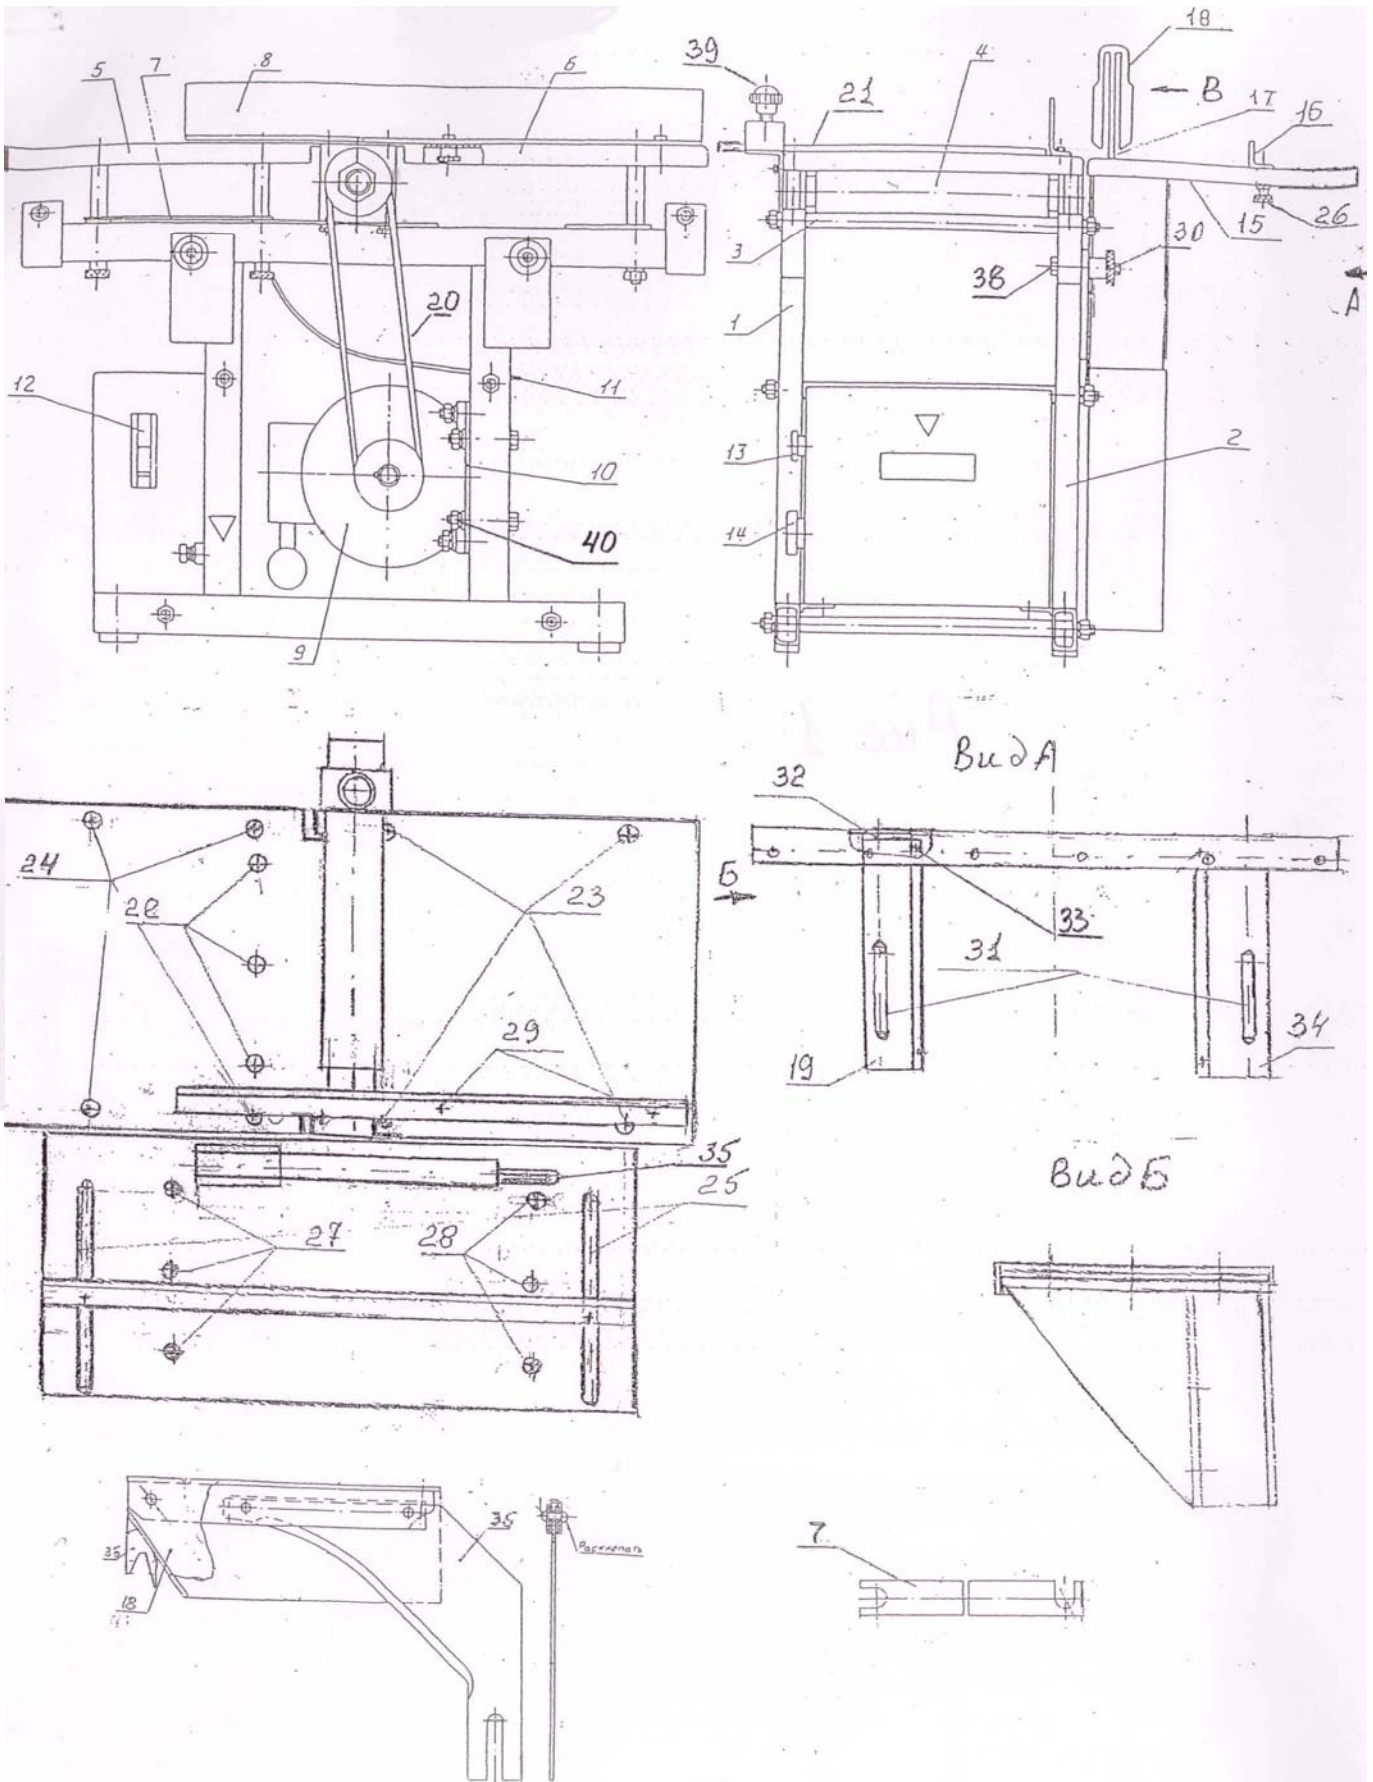

Рис. 1
Базовая модель станка КС-250 (рис. 1) состоит из рамы : двух боковин 1 и 2 сваренных из труб прямоугольного сечения, и соединенных между собой стяжками 3.
Аппаратура управления и защиты состоит из автоматического выключателя (12 рис. 1)с электромагнитным и тепловым расцепителями, магнитного пускателя и кнопок управления (13,14 Рис. 1). Автоматический выключатель и кнопки управления расположены на боковых стенках блока управления.
При нажатии кнопки S2/ «1»/ (13 рис.1) замыкается цепь питания катушки пускателя К, который своими главными контактами осуществляет подключение двигателя к сети.
Остановка станка осуществляется кнопкой /выключателем/ S1(14 рис.1) с грибовидным фиксируемым толкателем красного цвета. После нажатия толкатель этой кнопки остается в утопленном положении, поэтому перед повторным пуском станка необходимо повернуть толкатель вокруг оси по часовой стрелке до возвращения его в исходное положение, чтобы пуск станка стал возможным.
После чего, соединив вилку с розеткой и включив вводной выключатель Q (12 рис.1), установив его рукоятку в верхнее положение «I», нажатием на кнопку S2 (I) (13 рис.1), произвести пробный пуск станка. Проверить работоспособность кнопки отключения станка SI (14. рис.1) После нажатия кнопка должна оставаться в зафиксированном положении.
При перерывах в работе вводной выключатель (12 рис.1) должен быть обязательно отключен. При длительных перерывах в работе или перемещении станка необходимо производить его полное отключение от сети путем отсоединения вилки питающего шнура от розетки.
Строгальный вал 4 рис.1 установлен на двух подшипниках с двумя защитными шайбами каждый, смазка которых на протяжении всего срока службы не требуется.
Станок вручную аккуратно переносится к месту установки. При переноске следует использовать стяжки 3 рис.1.
-установить дисковую пилу 17 рис.1 на шпиндель вала 4 рис.1;
-установить пильный стол 15 рис.1 : для чего сначала прикрепить кронштейны 19 и 34 к боковине рамы станка 2 с установленными на ней двумя шпильками 38 рис. 1, посредством двух гаек с рифлеными головками 30 рис.1, а затем прикрепить пильный стол 15 к кронштейнам 19 и 34 с помощью шести винтов 27 и 28 и двух колодок (с тремя резьбовыми отверстиями) 32 рис. 1;
-выставить расклинивающий нож 35 рис.1 ( в сборе с защитным ограждением 18 и когтевой защитой 36 рис.1) по центру полотна дисковой пилы 17 рис.1, прикрепив расклинивающий нож 35 рис.1 к кронштейну 19 рис. 1 с помощью двух винтов 33 рис.1;
- установить на место пильный стол 15 рис.1 (если он снят), для чего прикрепить кронштейны 19 и 34 к боковине рамы станка 2 рис.1 ( с установленными на ней двумя шпильками 38), посредством двух гаек с рифлеными головками 30 рис 1, затем прикрепить пильный стол 15 к кронштейнам 19 и 34 с помощью шести винтов 27, 28 и двух колодок 32 (с тремя резьбовыми отверстиями) ;
- установить ограждение строгального вала (с выставленными в рабочее положение ножами) 21 рис.1 на ширину обрабатываемого материала (закрепив его фиксирующим винтом с рифленой головкой 39) и угольник 8 рис.1 (с двумя шпильками), прикрепив его к приемному столу 6 с помощью двух гаек с рифлеными головками 29 рис. 1;
- с помощью прокладок 7 рис. 1 установить подающий фуговальный стол 5 рис. 1 ( по вертикали) на необходимую величину размера снимаемого слоя (1-3мм);
--прежде чем приступить к работе на станке, необходимо проверить выставку строгальных ножей рис.3б и надежность крепления их клиньями в валу ( строгальные ножи в верхней точке поверхности вращения строгального вала должны находиться в одной плоскости с приемным фуговальным столом 6 рис.1. В случае ослабления ножей подтянуть их болтами 1 рис.3б;
Фугование производится по направлению слоя и сучков древесины путем равномерной подачи заготовки рис.3а, с прижимом ее к угольнику 8 рис.1.